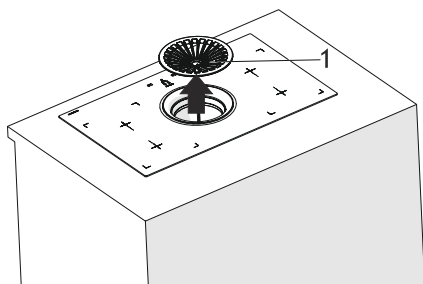

Fig. 6
- ➡ Fjern filter låget i piens retning (Fig. 6).